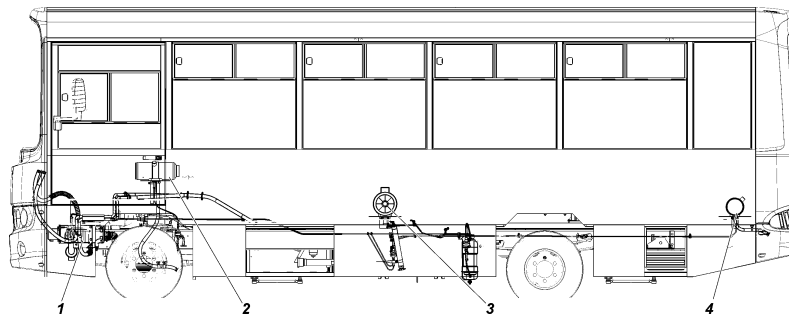

Рис. 3.22. Система отопления:
Воздушные отопители 3 и 4 (рис. 3.22) работают независимо от двигателя, а отопитель 2 работает только при включенном двигателе.
Рис. 3.23. Пульт управления отопителями: 1 -пульт управления отопителем 2 (рис. 3.22); 2 -аварийный выключатель служит для останова двигателя, отключения всех цепей питания, кроме цепи аварийной сигнализации, цепи питания приводов дверей с одновременным включением освещения левой стороны салона автобуса при переводе его во второе фиксированное положение; 3 - пульт управления предпусковым отопителем-подогревателем; 4 -пульт управления отопителем 3 (рис. 3.22); 5 -пульт управления отопителем 4 (рис. 3.22)
**Предпусковой отопитель-подогреватель 1** на рис. 3.22 работает независимо от двигателя.